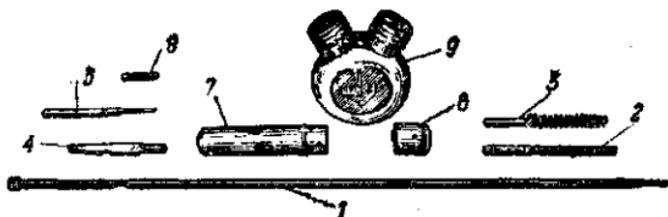

Рис. 40. Принадлежность:
25. **Принадлежность** (рис. 40) служит для разборки, сборки, чистки и смазки автомата. К принадлежности относятся: шомпол, протирка, ершик, отвертка, выколотка, шпилька, пенал и масленка,